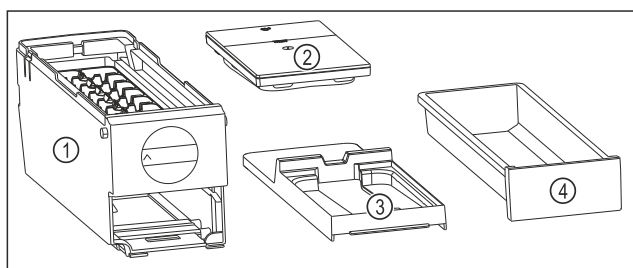

Fig. 143 Součásti EasyTwist-Ice
- EasyTwist-Ice je rozebrán na čtyři části. (viz Fig. 143)
- EasyTwist-Ice rozebírejte pouze na zobrazené součásti. (viz Fig. 143)
- Korpus EasyTwist-Ice Fig. 143 (1) vyčistěte jako celek.